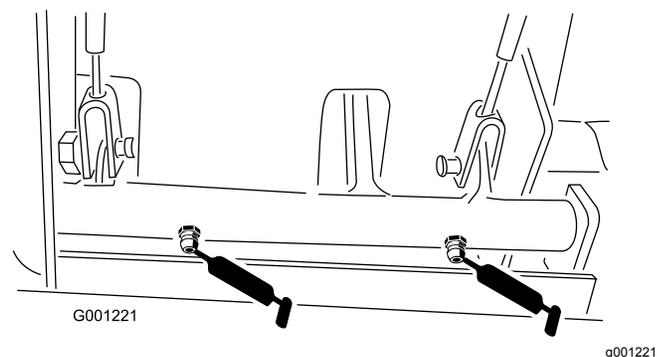

図 36
- ブレーキのピボットブッシュ 図 36
- ブレーキケーブルホイール側とペダル側の端部 (図 36)